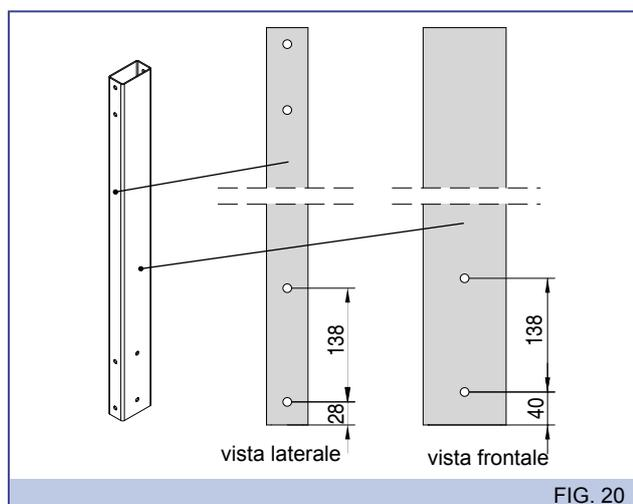

FIG. 20
5. Forare il profilo colonna seguendo le indicazioni riportate in Fig.20.